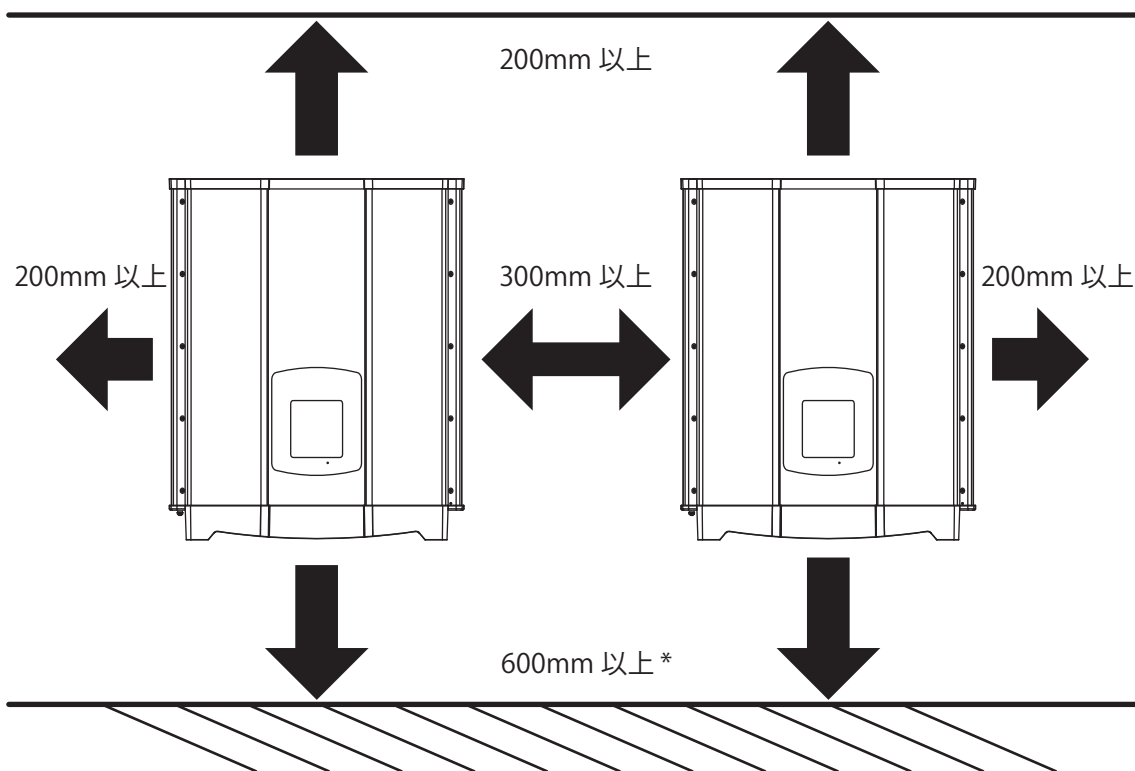

図 4-3 パワーコンディショナに必要な空間
- 本製品の運転時には周囲に適切な空間が必要です。図 4-3 を参照してください。